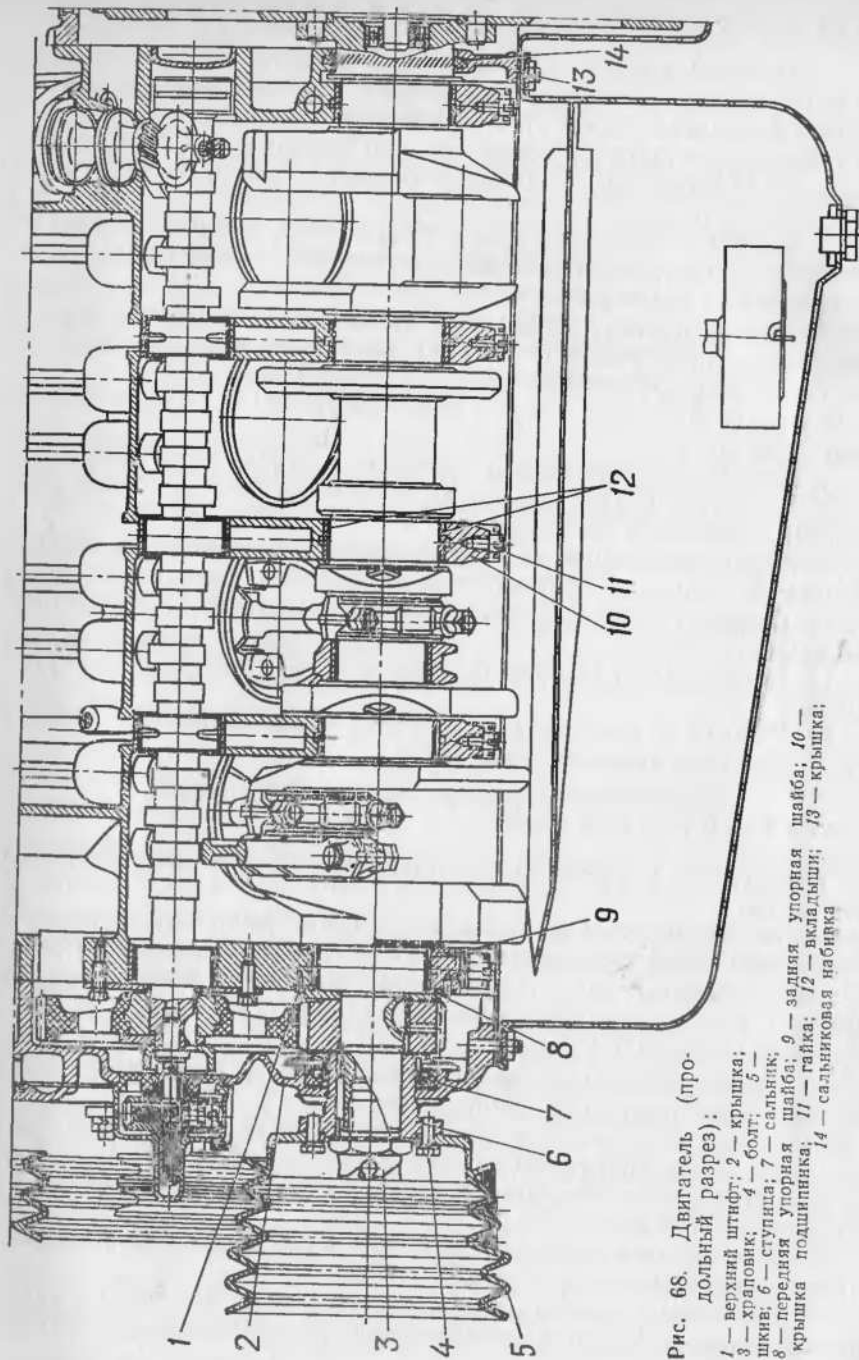
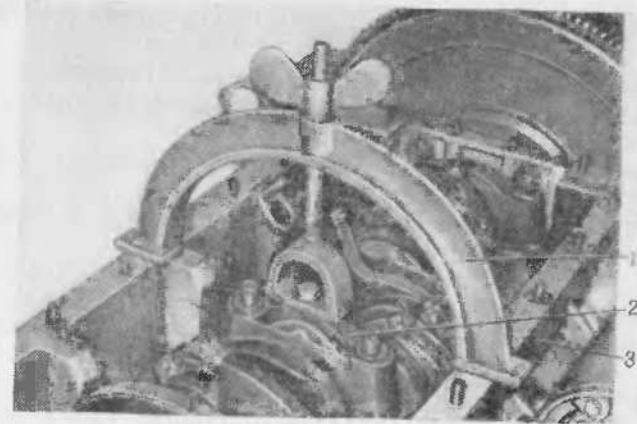

Рис. 68. Двигатель (продольный разрез):
Рис. 69. Спрессовка крышек коренных подшипников коленчатого вала двигателя:
6. Вывернуть болты 4 (рис. 68) и снять шкив 5 с коленчатого вала двигателя.
11. Поочередно спрессовать (рис. 69) крышки 10 (рис. 68) и крышку 13.